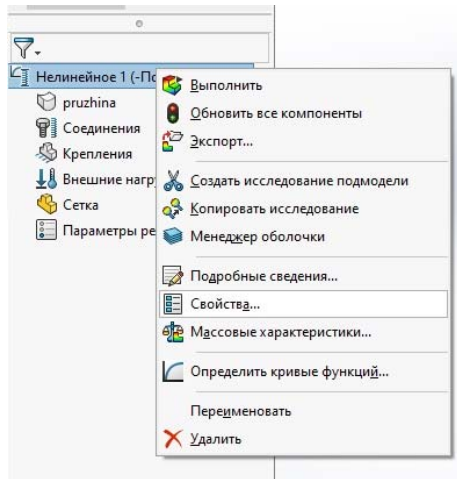

Рис. 4.5. Свойства исследованиям
5. Определить граничные условия. Для этого воспользоваться справочной геометрией (рис. 4.5). Для этого необходимо выбрать «РАСШИРЕННЫЕ (ДОПОЛНИТЕЛЬНЫЕ) крепления > использовать справочную геометрию».